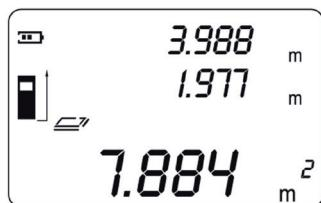

Fig. 10
7. Appuyez une nouvelle fois sur la touche «Read» pour afficher la surface dans la ligne inférieure de l'écran; la largeur s'affiche simultanément dans la seconde ligne (Fig. 10).